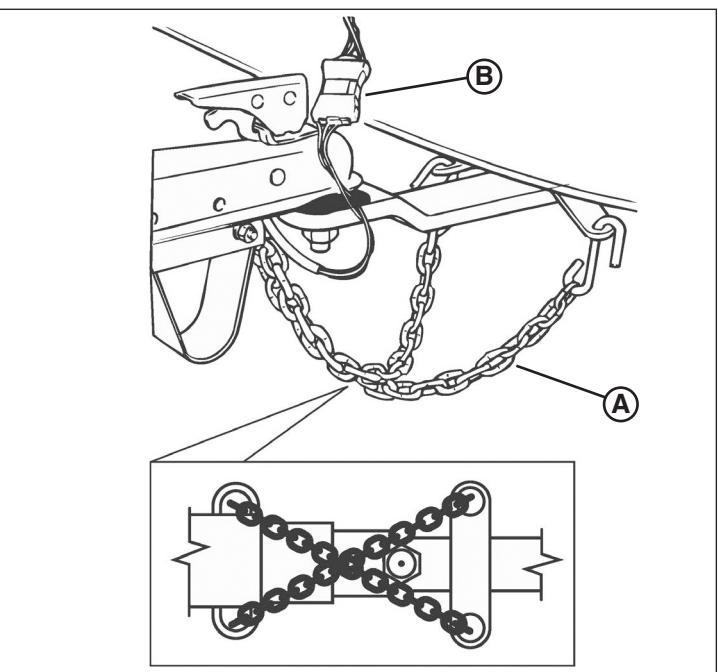

Figure 5
7. Fixer les chaînes de sécurité (**A**, Figure 5) au cadre de l'attelage du véhicule de remorquage. Croiser les chaînes sous la flèche comme illustré. Laisser assez de mou dans les chaînes pour permettre les virages, mais pas trop pour éviter que les chaînes entrent en contact avec la surface de la route.
8. Connecter le connecteur d'éclairage de la remorque (**B**, Figure 5) à celui du véhicule de remorquage. S'assurer que le faisceau d'éclairage de la remorque a suffisamment de longueur pour empêcher la déconnexion dans un virage, mais pas trop afin que le faisceau ne touche pas la route. Une fois connecté, vérifier le bon fonctionnement des feux de freinage, feux de direction, feux latéraux et éclairage de la plaque d'immatriculation.